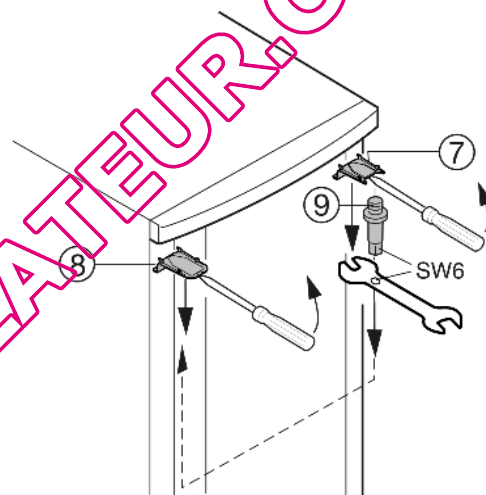

Fig. 5
- ▶ En haut, déclipeter le cache Fig. 5 (7) et le cache Fig. 5 (8) avec un tournevis et les enlever inclinés vers le bas.
- ▶ Retirer les pivots d'appui Fig. 5 (9) et les visser du côté opposé, (**avec un couple de serrage 4 Nm**). Pour ce faire, avoir recours à la clé à six pans de la clé à fourche jointe.
- ▶ Remonter le cache Fig. 5 (7) sur le côté où se situe la charnière : l'insérer par l'arrière et l'encliqueter sur l'avant.
- ▶ Monter le cache Fig. 5 (8) sur le côté opposé : l'insérer par l'arrière et l'encliqueter sur l'avant.
- ▶ Enclencher la porte sur le pivot d'appui Fig. 5 (9) et fermer la porte.